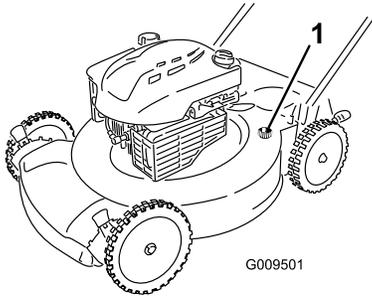

Bild 25
- Befestigen Sie einen Gartenschlauch, der an einen Wasserhahn angeschlossen ist, am Wasseranschluss am Maschinengehäuse (Bild 25).